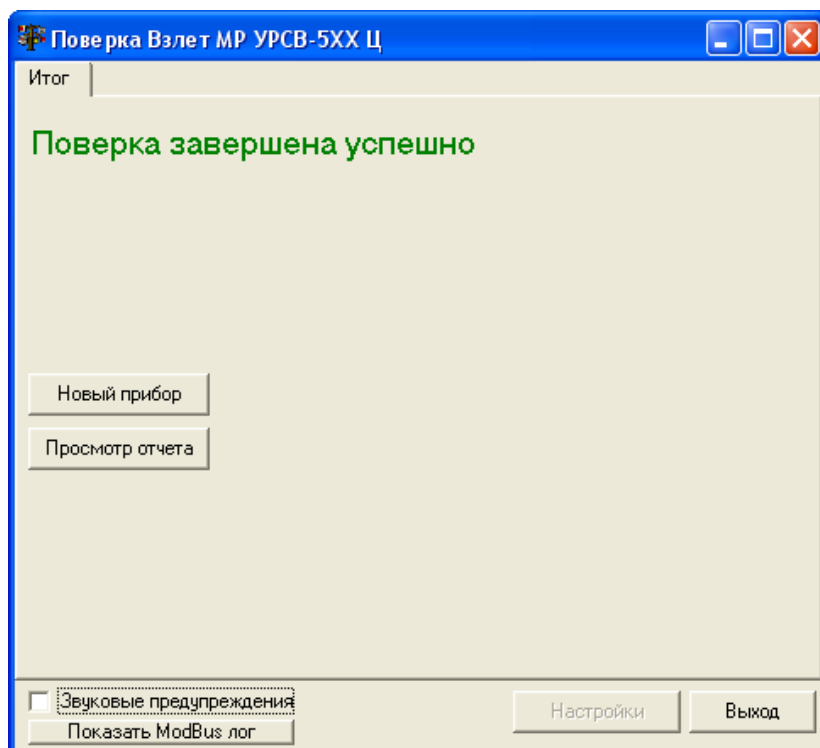

Рис. 38. Сообщение об успешном завершении поверки.
- 2.6.10. По завершению поверки, если погрешности измерения расхода и объема находятся в пределах нормы, на мониторе ПК появится сообщение (рис.38):